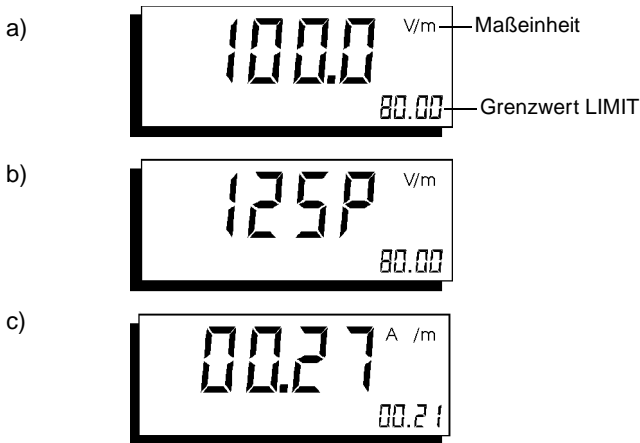

Bild 4-7 Feldstärkeanzeige am Beispiel der E-Feldsonde, nicht frequenzgangbewertet
- Mit der Taste **V/m / A/m** läßt sich die gemessene Feldstärke in drei verschiedenen Einheiten darstellen; vgl. Bild 4-7. Jeder Tastendruck bewirkt eine Weiterschaltung in: